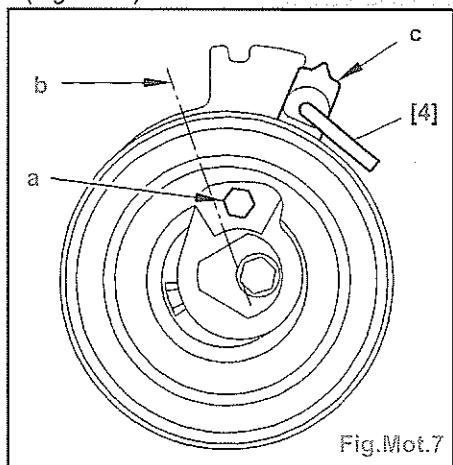

Fig.Mot.7
- A l'aide d'une clé allen placée en (a), tourner le galet tendeur dynamique de manière à mettre en place l'outil [4] (Fig.Mot.7).